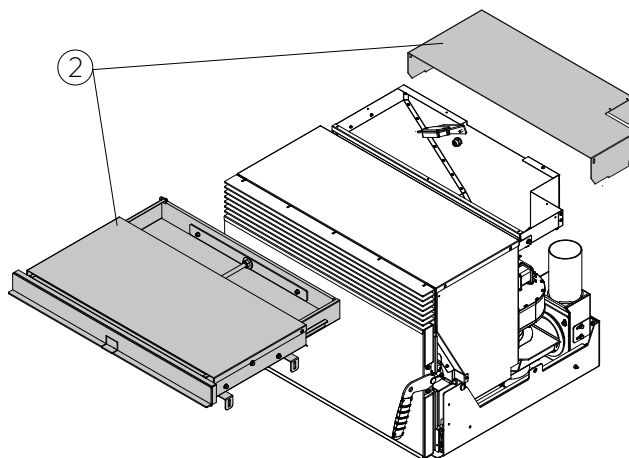

fig. 6.4.2
- B) Tiroir de chargement avant pour version sortie d'air frontale « 2 » (Fig. 6.4.2)